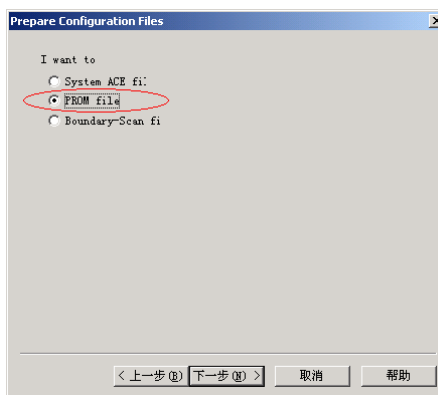

图 9-89 选择配置文件类型
- (2) 单击  按钮，按图 9-89 所示选择配置文件类型为【PROM File】。